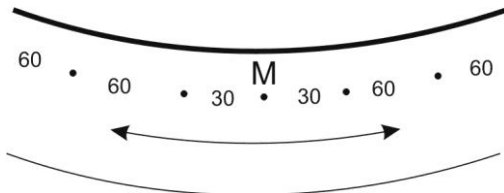

Abb. 2.1
Schritt 2: Befestigung von Haken und Spannern, Löcher für Stifte (Abb. 2.1 bis 2.5)
Im Abstand vom 60 cm sind vom Ausgangsmesspunkt „M“ ca. 5–10 cm unter dem Handlauf die Stellen für Haken (13) rundum das Becken zu markieren (vom Haken zu Haken immer ca. 60 cm. Abb. 2.1. Zusätzlich sind zwei Markierungen für Haken im Abstand vom 30 cm rechts und links vom Ausgangsmesspunkt „M“ zu markieren.